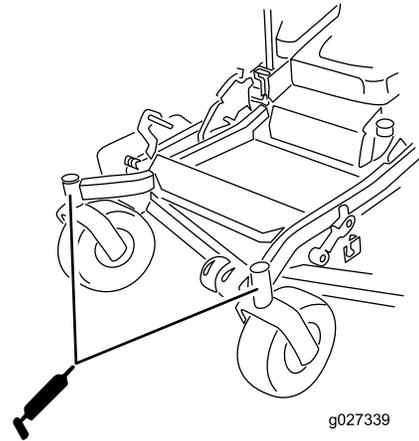

図 44
10. 六角プラグとキャップを取り付ける(図 44)。
11. キャスターホイールのベアリングにグリスを塗布する(図 44)。